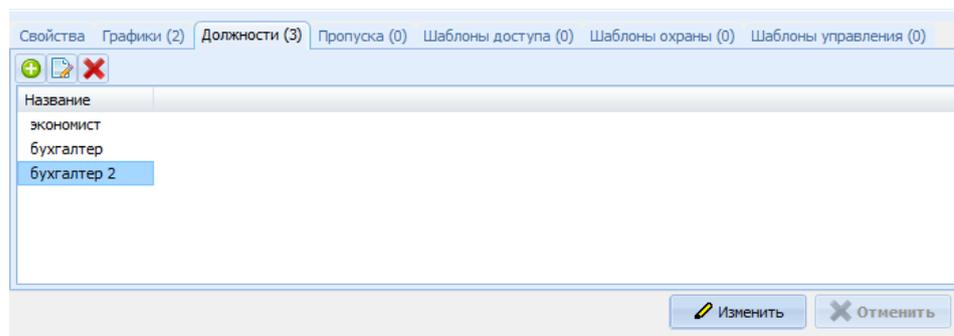

Рисунок 25.23 – Созданы должности для Бухгалтерии
- 4) В результате в списке должностей появится новая должность. Добавленная должность может быть выбрана для любого сотрудника данного подразделения, а также для сотрудников вложенных подразделений (рисунок 25.23).